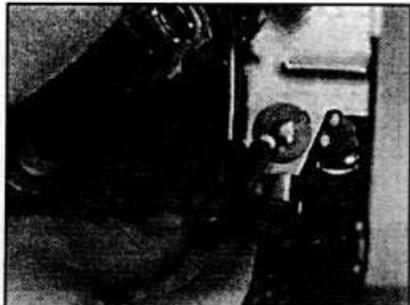

Рис. 12.14. Снятие выключателя стоп-сигнала.
- Отсоедините электрический разъем от выключателя стоп-сигнала. Поверните выключатель на 90° влево и извлеките его из кронштейна (см. рис. 12.14).